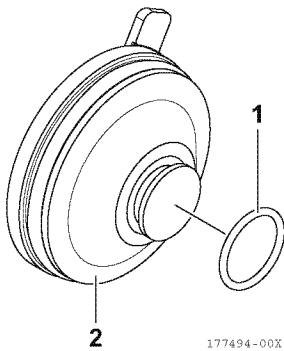

Figura 20
11. Aplique ligeramente aceite lubricante a la nueva junta tórica (1, **Figura 20**), e instálela en la ranura provista en el conjunto de la cubierta (2, **Figura 20**).